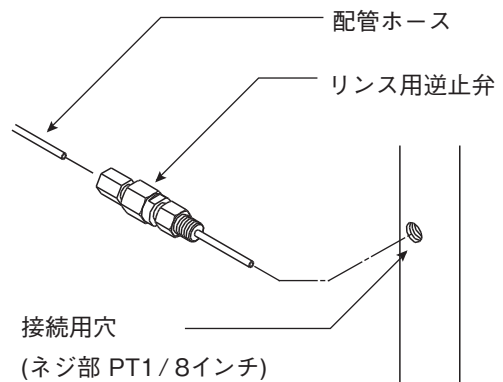

図1
- ② 1/8インチPTタップをきります。
- ③ 逆止弁本体とR1/8継手で、すずぎ仕上げ挿入ホースとスリーブを固定してください。(図1参照)
- ④ R1/8継手に水漏れ防止シールテープを2回程度巻き接続用穴にねじ込んでください。